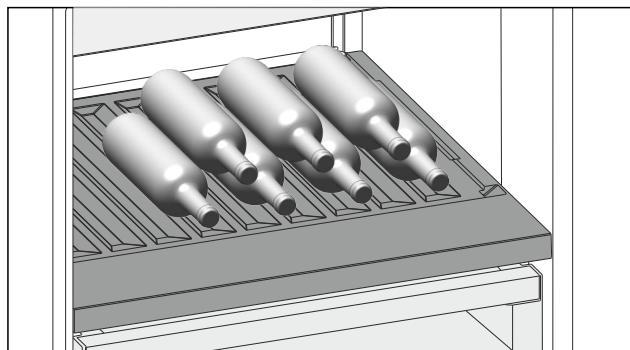

Fig. 114
► Fľaše vkladajte dnom dozadu k zadnej stene. (pozri Fig. 114)